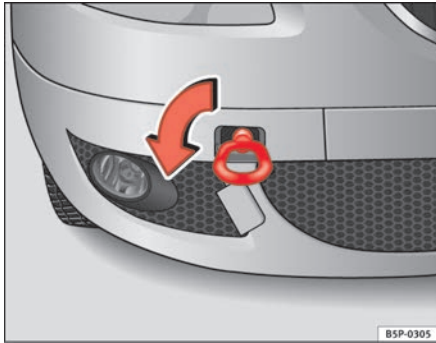
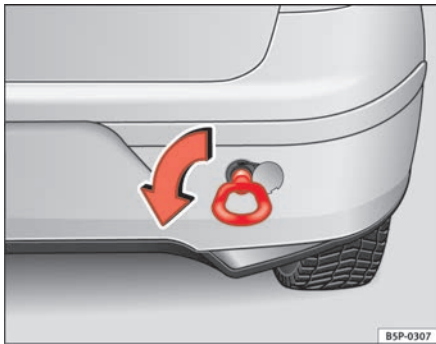

Abb. 203 Frontpartie
Abb. 204 Einschrauben
- Schrauben Sie die Abschleppöse in Pfeilrichtung *links* herum bis zum Anschlag vorne ⇒ Abb. 203 oder hinten ⇒ Abb. 204 in die Gewindebohrung ein. ■